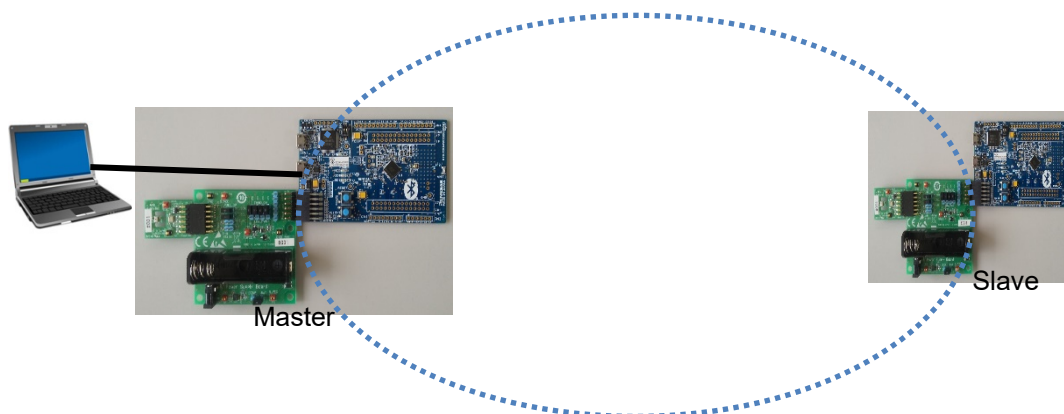

図 5-6 ネットワーク構築方法
- ・ 図 5-6 ネットワーク構築方法にて、Master と Slave を配置し、SCAN で見つけれられる短距離の場所に設置します。